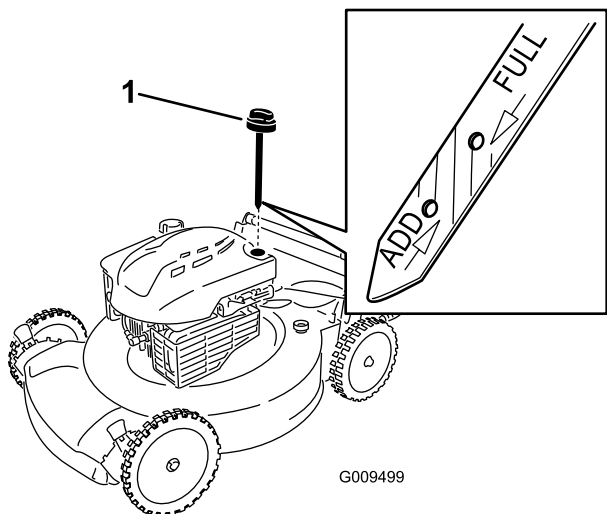

Figura 21
6. Rimuovete l'asta di livello dal tubo di riempimento dell'olio (Figura 21).